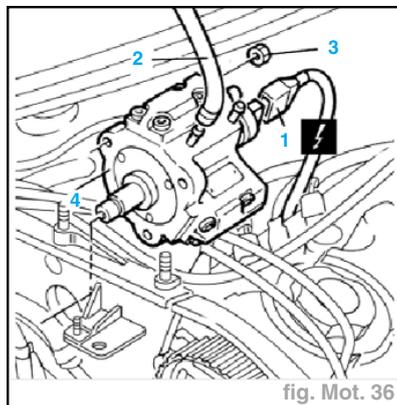

fig. Mot. 36
- Déposer le tuyau (2) reliant la pompe de pression au collecteur carburant.
- Débrancher la connexion électrique (1) du régulateur de pression de carburant (fig. Mot. 36).
- Détacher le tuyau d'amenée carburant (2) du raccord sur la pompe.
- Dévisser les écrous (3) fixant la pompe au support.
- Déposer la pompe de pression (4).